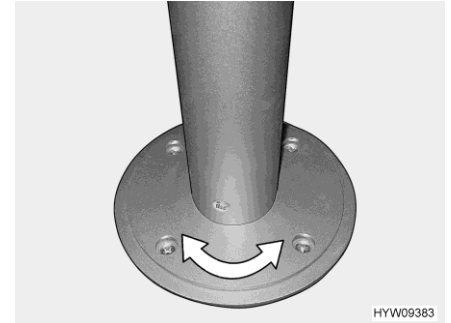

Fig. 64 Base de pedestal (giratoria)
- Girar el tablero de la mesa a la posición deseada. Para ello, se requerirá un poco de esfuerzo ya que el tablero de la mesa gira contra la resistencia por fricción en la base de pedestal (Fig. 64).